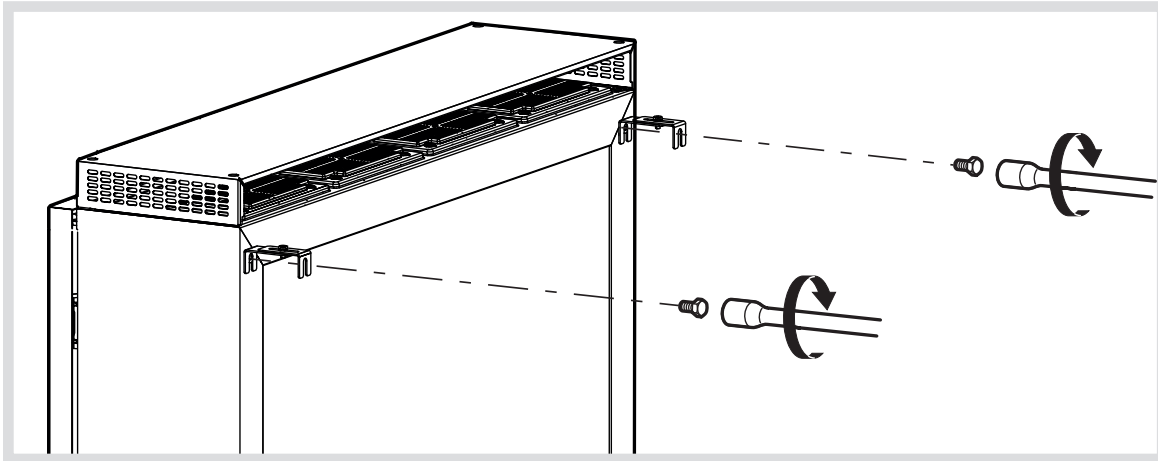

Bild 17: Rückseitige Montage der seitlichen Laschen
- Zur seitlichen Fixierung und besseren Hinterlüftung die Abstandshalter an der Rückseite des Energiespeichersystems festschrauben. (Bild 17).